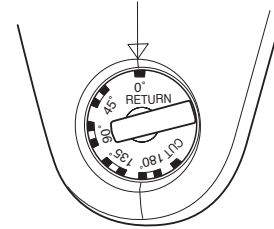

Fig. 8
- Extracción (Fig. 8)
Coloque el dial de ajuste en la posición "RETURN" tal como se indica en la Fig. 8 y tire del interruptor de disparo otra vez.